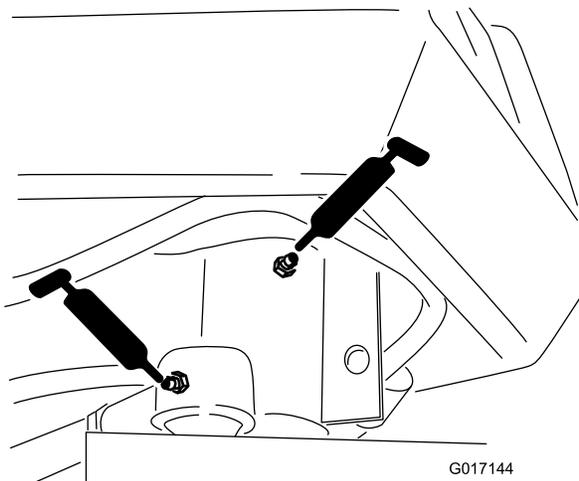

図 36
- ステアリングフォークのシャフト1か所 図 36
- ステアリングシリンダロッドの端部 図 36